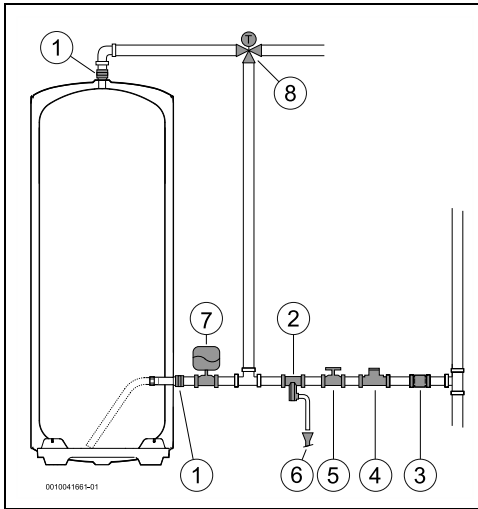

Fig. 7 Ligação de água (300)
- ▶ Fechar a válvula de corte de água (→ Fig. 7, [5]).
- ▶ Instalar um regulador termostático (Fig. 7, [8]) no tubo de saída do aparelho se forem utilizados tubos PEX. Deverá ser ajustado de acordo com o desempenho do material utilizado.
- ▶ instalar uma válvula redutora (Fig. 7, [4]). A válvula de segurança vai atuar sempre que a pressão da água no aparelho for superior a 8 bar ( $\pm 1$  bar), pelo que é necessário prever uma forma de canalizar o escoamento dessa água.
- ▶ instalar um vaso de expansão (Fig. 7, [7]) para evitar que a abertura da válvula de segurança seja tão frequente. O volume do vaso de expansão deve ser o equivalente a 5% do volume do aparelho.